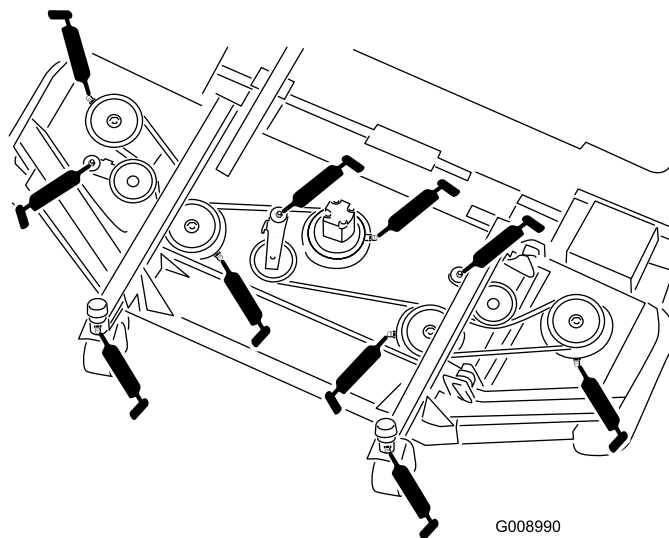

図 52
- キャスタフォークのシャフトのベアリング2ヶ所 図 52。
- スピンドルシャフトのベアリング5ヶ所スピンドルハウジング 図 52
- アイドラームのピボットのブッシュ3ヶ所アイドラピボットのシャフト 図 52